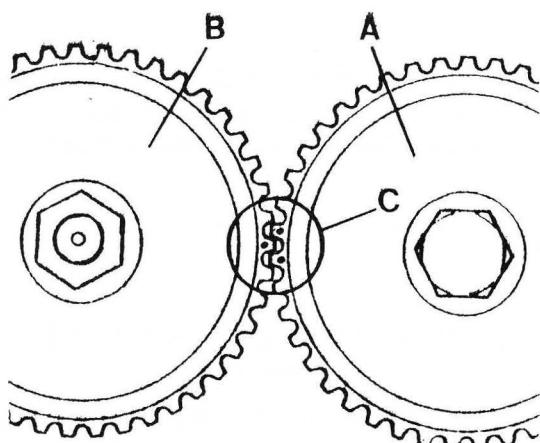

Fig. A3-66 Posición de los engranajes de la distribución para proceder a su desmontaje
- 1.5. Girar el cigüeñal, hasta que los dos dientes del engranaje del árbol de levas, A (Fig. A3-66), marcados con un granetazo, queden engranados con el diente -- del engranaje de la bomba inyectora, B, marcado con un granetazo (ver detalle C).